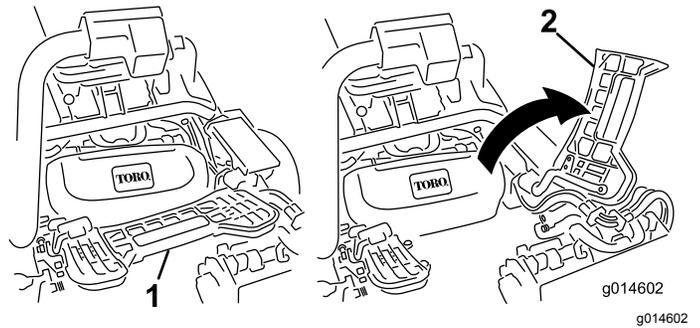

Рисунок 11
7. При установке центрального режущего блока поднимите подножку, поверните ее вверх, чтобы открыть доступ к месту для центрального режущего блока (Рисунок 11).